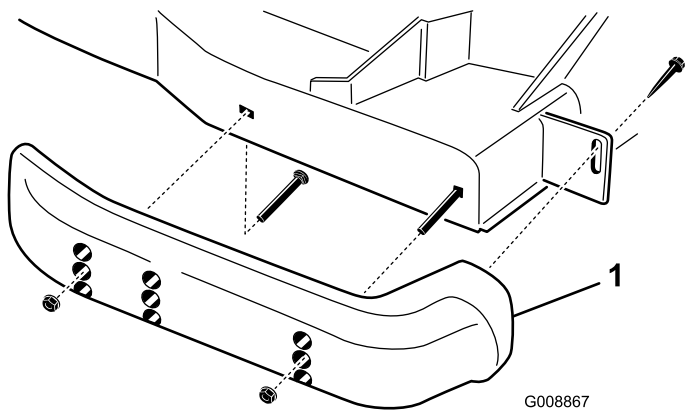

Figura 28
- Afloje el tornillo situado en la parte delantera de cada patín (Figura 28).
2. Retire los pernos con arandela prensada y las tuercas de cada patín (Figura 28).